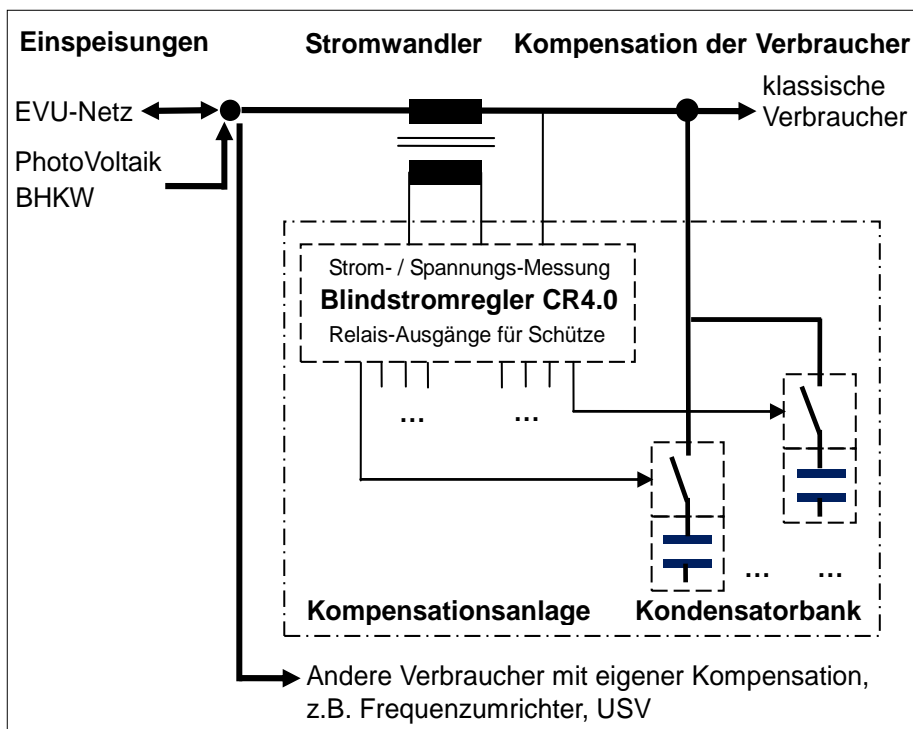

Abbildung 1
- Der **Stromwandler** muß zwischen allen einspeisenden (links) und allen verbrauchenden Geräten (rechts) einschließlich der Kompensationsanlage selbst eingebaut sein, siehe Anschlussschema Abbildung 1. Verbraucher mit eigener Kompensation (z.B. Frequenzumrichter, USV) sollen nicht in die Kompensation einbezogen sein.
- Wird das lokale Stromversorgungsnetz aus **zwei oder mehr Einspeisungen** versorgt, kann der Blindstromregler nur dann fehlerfrei arbeiten, wenn alle Einspeisungen und Kuppelschalter links und alle Verbraucher einschließlich der Kompensationsanlage selbst rechts vom Stromwandler angeschlossen sind, siehe Anschlussschema Abbildung 1.
Befinden sich rechts (siehe Anschlussschema Abbildung 1) **auf der Verbraucherseite einspeisende Geräte**, z.B. eine Photovoltaik-Anlage kann der Blindstromregler nicht die Ströme zwischen verbraucherseitiger Einspeisung und Kompensations-Stufen sehen, regelt ineffektiv und mißt falsche Werte bei der Überwachung der Leistungsstufen, was zu deren Außerbetriebnahme führt; die Defekterkennung/ Überwachung der Stufenleistungen ist abschaltbar. Bitte korrigieren Sie Ihre Installation, diese darf (bei Anlagen >30kVA/ kWpeak) ohnehin nicht vom EVU abgenommen werden und ist nicht förderfähig.
- Blindstrom-Kompensation und **Notstrom-Versorgung**: i.A. wird empfohlen, eine ortsfeste Notstromanlage nicht mit der Blindstrom-Kompensationsanlage zu belasten, da der Dieselgenerator selbst Blindleistung in fast beliebiger Größe bereitstellen kann. Hierfür ist im Anschlussschema Abbildung 1 das Notstromaggregat rechts vom Stromwandler anzuschließen; dann ist keine Abschaltung der Blindstrom-Kompensation notwendig.